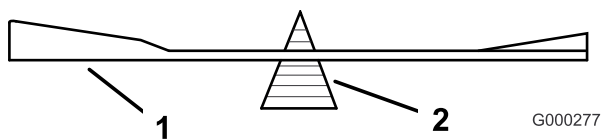

Bild 27
2. Prüfen Sie die Auswuchtung des Schnittmessers auf einer Ausgleichsmaschine (Bild 27).